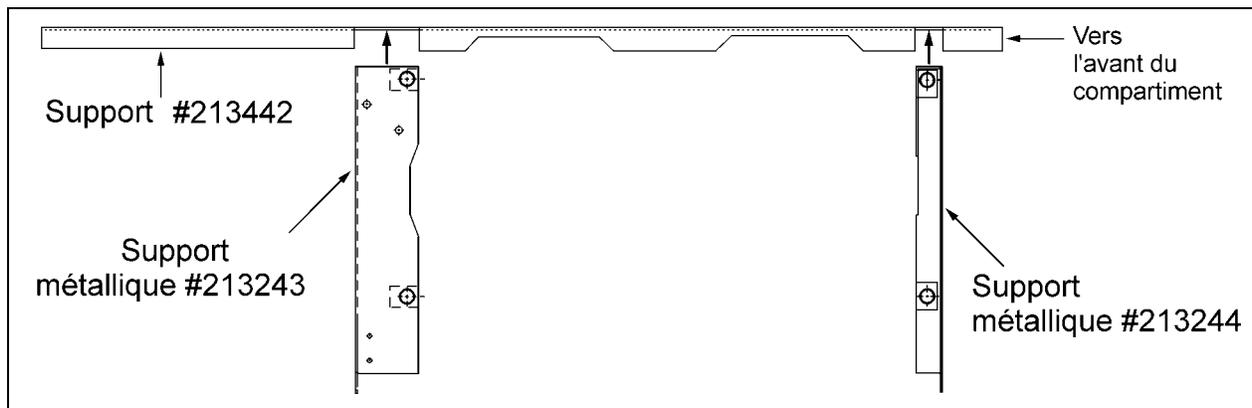

**Figure 3 :** Vue de dessus du plancher à ailettes à retirer. (1) Angulaires à couper aux quatre coins du plancher.
10. Retirer le plancher à ailettes du compartiment condenseur (figure 3). Pour ce faire, couper les angulaires aux quatre coins du plancher et les soudures de la tôle avec une scie circulaire.